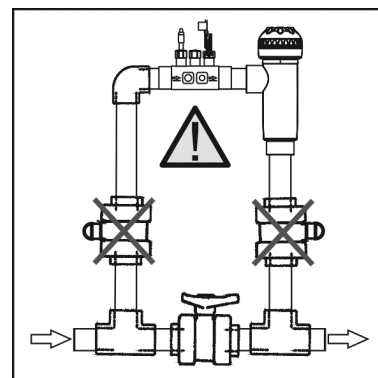

Fig. 4
1. Installare la flangia fornita su un tratto della tubazione situato in prossimità dell'ingresso della cellula d'elettrolisi. La flangia dovrà essere installata in posizione orizzontale rispetto al pavimento (ver Fig. 4).
1. Incollare il porta-sonde in dotazione su un tratto della tubazione situato in prossimità dell'ingresso della cellula d'elettrolisi. Il porta-sonde dovrà essere installato in posizione orizzontale rispetto al pavimento (Fig. 4), in modo che i entrati filettati (1/2" - 3/8") siano sempre accessibili per l'impianto posteriore dell'iniettore della pompa dosatrice e la presa di terra (facoltativa).